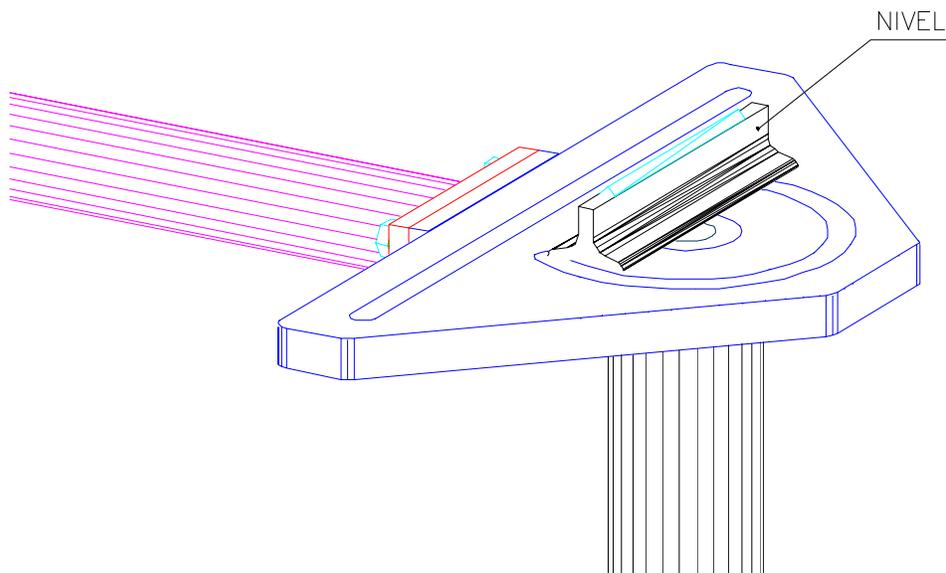

Figura No.1: -Nivelación de la máquina.
**5.2 NIVELACION:** Esta máquina, en todo su proceso de fabricación, fué diseñada y ensamblada teniendo en cuenta una nivelación precisa. Colocar el nivel de precisión sobre la platina principal y verificar la exactitud de nivelación a lo largo y ancho (en forma de cruz). La figura No.1 muestra la forma de realizarla.